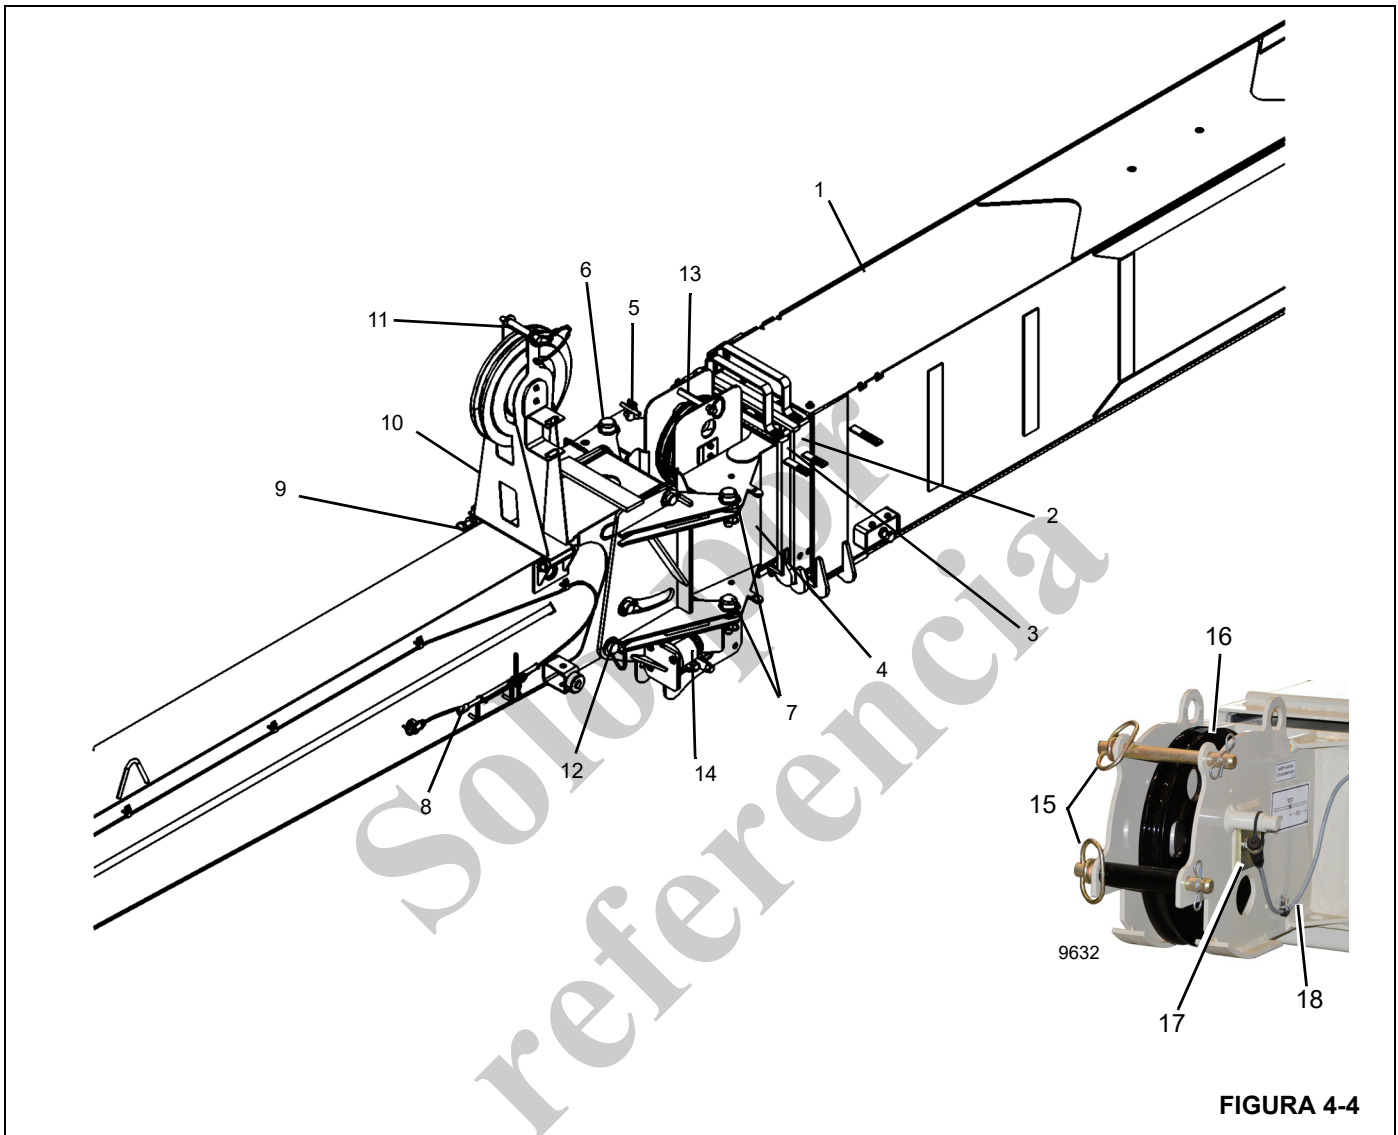

FIGURA 4-4
6. Revise que el plumín esté enganchado en las escuadras de almacenamiento (delantera y trasera) con el pasador de almacenamiento (1) instalado y completamente asentado, antes de retirar el pasador de giro (5) de la nariz de pluma.
7. Retire el pasador de giro del plumín (5) de la orejeta superior del plumín.
9. Retire el pasador de almacenamiento (1), almacénelo en la escuadra del gancho (3) y fíjelo con una pinza de resorte.
- b. Extienda el gato de alineación (10) de modo que los agujeros de pasador inferior izquierdo (7) queden alineados.
- c. Instale el pasador de fijación inferior izquierdo (7) y su pinza de resorte.
- d. Abra la válvula de liberación del gato y retraiga el gato (10).
17. Si no lo ha hecho todavía, retire el retenedor de cable del conjunto de mástil (11, Figura 4-4). Retire los pasadores de retención del cable y los pasadores de bloqueo (15) de la nariz de plumín. Pase el cable de carga por sobre el conjunto de mástil (10) y polea del plumín (16) e instale el retenedor (17). Instale el retenedor de cable del conjunto de mástil (11). Instale los pasadores de retención del plumín usando pasadores de bloqueo (15). Instale el bloque en el extremo del cable de carga.
23. Efectúe las conexiones del cordón de prevención del contacto entre bloques (Figura 4-4) según se requiera.
6. Baje el conjunto de mástil (10, Figura 4-4). Fije con la pinza y el pasador de retención. Para más información, consulte *Ajuste del mástil de descentramiento*, página 4-14.
8. Saque las pinzas de resorte de los pasadores de fijación izquierdos (7, Figura 4-3 y Figura 4-4) de las orejetas superior e inferior del plumín.
10. Saque los pasadores de fijación izquierdos (7, Figura 4-3 y Figura 4-4) de las orejetas superior e inferior del plumín. No retire los pasadores de fijación derechos (6) por el momento. Los pasadores de fijación derechos (6) se utilizarán como punto de pivote para girar el plumín a la posición de almacenamiento. Podría ser necesario martillar los pasadores levemente para sacarlos.
4. Acople el aparejo al plumín y levántelo con una grúa auxiliar. Con la grúa auxiliar sosteniendo el plumín, retire los pasadores de fijación del lado derecho (6, Figura 4-4) de las orejetas de plumín superiores e inferiores. Ahora el plumín se separa de la pluma.
1. Utilice la función de elevación para bajar la pluma de modo que los pasadores de fijación del lado derecho (6, Figura 4-4) puedan accederse fácilmente desde el suelo.
2. Acople el aparejo al plumín y levántelo con una grúa auxiliar. Coloque el plumín en la nariz de pluma de modo que los pasadores de fijación del lado derecho (6, Figura 4-4) puedan instalarse para fijar el plumín a la nariz de pluma.
3. Instale los pasadores de fijación del lado derecho (6) en las orejetas superior e inferior del plumín. Fije los pasadores con pinzas de resorte retenedoras. Los pasadores de fijación del lado derecho se utilizarán como puntos de pivote para girar el plumín a la posición de almacenamiento. El plumín está ahora enganchado a la pluma y listo para ser almacenado.
El conjunto del mástil (10, Figura 4-4) debe colocarse encima de la sección de base antes de usar el plumín en la posición descentrada a 0 grados o a 30 grados. Si no se hace, pueden dañarse el mástil y/o el adaptador del plumín.
El conjunto del mástil (10, Figura 4-4) debe colocarse encima de la sección de base antes de usar el plumín en la posición descentrada a 0 grados, a 15 grados o a 30 grados. Si no se hace, pueden dañarse el mástil y/o el adaptador del plumín.